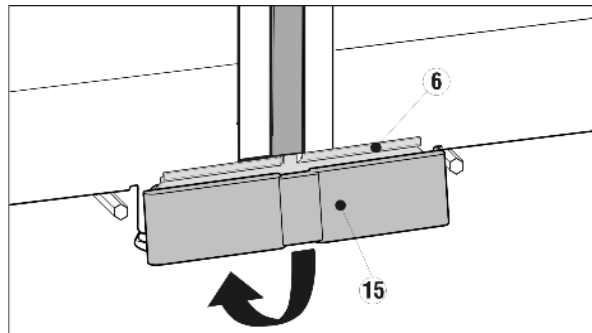

*Fig. 9*
- ▶ Защелкните крышку *Fig. 9 (14)* на еще открытом промежутке обеих заглушек участков обслуживания. Следите за тем, чтобы наружные стороны крышки заканчивались вровень с заглушками участков обслуживания. Для этой цели крышка сделана выдвигной.
- ▶ При необходимости выкрутите установочную опору *Fig. 9 (16)* на опорном кронштейне (В), чтобы подпереть дверцу.\*